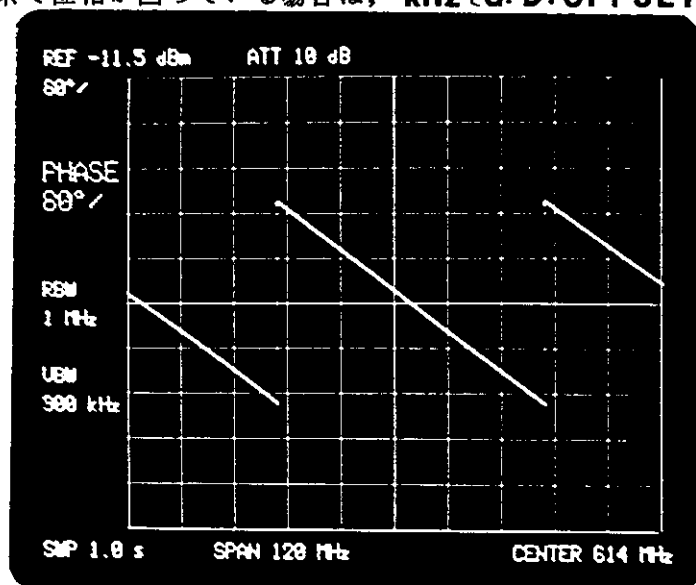

図 6-1 位相が回っている場合
- ① 中心周波数、スパン、分解能バンド幅、掃引時間などを設定して下さい。
- ② **TRACKING GENERATOR OUTPUT** コネクタを、増幅器、フィルタなどの入力と接続して、その被測定物の出力を **INPUT** コネクタに接続して、トラッキング・ジェネレータを **ON** にして下さい。
- ③ **NORMAL** スイッチを押して、通過特性を測定して適切な **T.G. LEVEL, INPUT ATT.** を選択して下さい。
- ④ 次に、**PHASE** スイッチを押して、位相測定モードにして下さい。位相が観測できます。管面左上に **XX°/** とレンジが表示されます。スイッチの上の LED が点灯します。位相測定モードでは、**SWEEP TIME** の **AUTO** を使用せずに、**SWEEP TIME** スイッチを押して、適切な掃引時間を手動設定して下さい。(**SWEEP TIME** の **AUTO** は、振幅測定用に設定されているためです。)
- ⑤ 測定系の位相誤差を取り除いて正確な位相測定を行なう場合は、まず被測定物を取り外して、測定ケーブル同志を接続して、測定系の位相特性を測定します。
- ⑥ 〔図 6-1〕のように測定系で位相が回っている場合は、**kHz [G.D.OFFSET]**